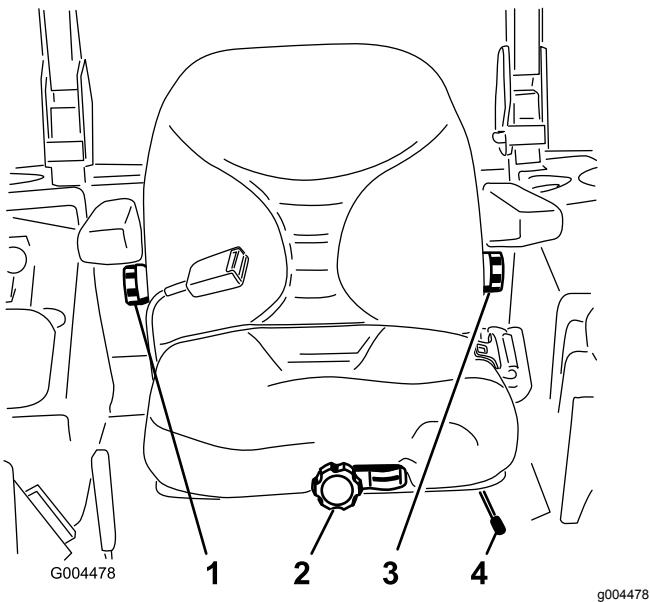

Figure 46
1. Poussez le levier de réglage sur le côté pour débloquer et régler le siège (Figure 46).
Sans vous asseoir sur le siège, tournez le bouton avant dans un sens ou dans l'autre pour obtenir la position la plus confortable (Figure 46).
Pour ce faire, tournez le bouton situé sous l'accoudoir droit dans un sens ou dans l'autre pour obtenir la position la plus confortable (Figure 46).
Pour le régler, tournez le bouton situé sous l'accoudoir gauche dans un sens ou dans l'autre pour obtenir la position la plus confortable (Figure 46).